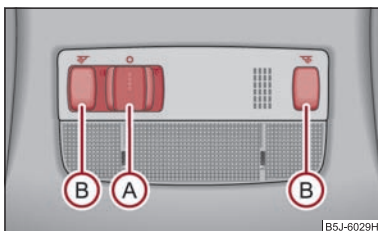

Abb. 40 Innenbeleuchtung - Variante 1
- Drücken Sie den Schalter (A) zur Mitte der Leuchte, es erscheint das Symbol ☞ ⇒ Abb. 40.
- Drücken Sie auf einen der Schalter (B) ⇒ Abb. 40, um die rechte oder linke Leseleuchte ein- bzw. auszuschalten.